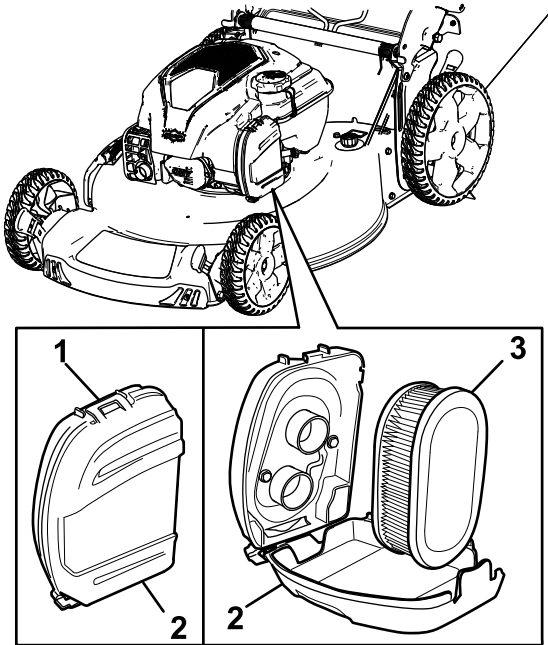

Figura 24
1. Abra los cierres de la parte superior de la tapa del filtro de aire (Figura 24).
2. Retire el filtro de aire (Figura 24).